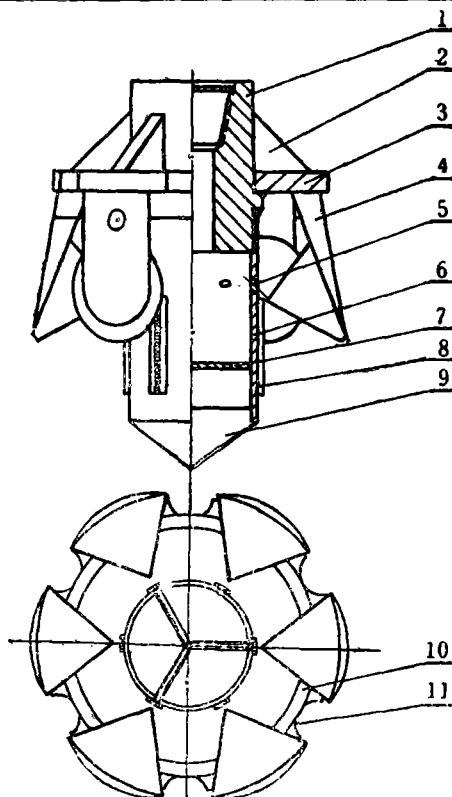

图1 大口径组合牙轮钻头结构
组合牙轮钻头由钻头主体、支承盘、牙轮和导向等部分组成（图1）。钻头导向的作用是防止扩孔时钻头发生水平位移。导向下端安有三翼刮刀或三牙轮钻头。
-50m下夹煤试采区共设置29个预测点，以控制面的预测。预测结果如图1，根据突水可能性大小分为三种类型区：